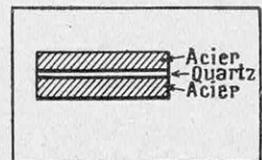

FIG. 3. — COUPE D'UN « TRIPLÉ » PIÉZOÉLECTRIQUE
Les faisceaux lumineux projetés auront des angles de diffusion variables suivant les effets désirés. Voyez, sur la photographie des essais réalisés (fig. 3 et 4), ces fins pinceaux verticaux qui gagnent et dépassent le sommet de la Tour sans perdre leur finesse. Ce résultat suppose qu'au foyer du miroir projecteur se trouve une source lumineuse extrêmement intense et, tout ensemble, concentrée à l'extrême. Ce sont les fameuses lampes Bol — nous les avons décrites ici
La piézoélectricité fournit donc un moyen de transformer des oscillations électriques en des sons de telle fréquence qu'on pourra désirer ; mais, lorsqu'on applique à ce problème les formules de Curie, on constate que les amplitudes vibratoires réalisables sont trop faibles ; ainsi, avec un générateur de 3 000 volts et un quartz de 10 cm, l'amplitude n'atteindra que 6,45 cent-millièmes des dimensions choisies. C'est ici qu'intervient l'ingénieuse découverte de M. Langevin, qui a permis d'accroître, dans de larges proportions, l'amplitude vibratoire. Sur les deux faces de la lame de quartz sensible, collons à la bakélite deux plaques d'acier dont l'épaisseur est choisie de telle sorte que l'ensemble soit en résonance avec les vibrations imposées au quartz ; ces vibrations, amplifiées par celles de l'acier qui les « sandwichent », prennent alors une amplitude notable : ainsi, lorsque le générateur électrique produit des oscillations de fréquence 38,400, il suffira de doubler une lame de quartz épaisse de 5 mm avec deux lames d'acier de 30 mm pour constituer un « triplet piézoélectrique » (fig. 3) qui, pour un même voltage, produira des amplitudes vibratoires vingt-cinq fois plus grandes que celles qu'on pourrait obtenir avec une dalle formée uniquement de quartz, et de même épaisseur totale 65 mm (1) ; quant à l'énergie vibratoire émise, comme elle est proportionnelle au carré de l'amplitude, elle est multipliée par 625.